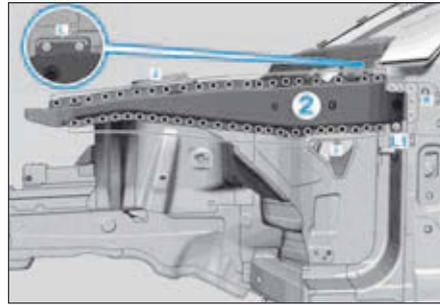

FIG. 19
- Poser la partie supérieure du doublure d'aile avant (2), l'ajuster avec le dispositif de soudage et la fixer (Fig.19).
- Riveter la partie supérieure du doublure d'aile avant (2) avec un rivet de Ø 6,4 x 14 mm dans les zones (K, L et L1).
- Souder par points électrique la partie supérieure du doublure d'aile avant (2) dans les zones (I et J).